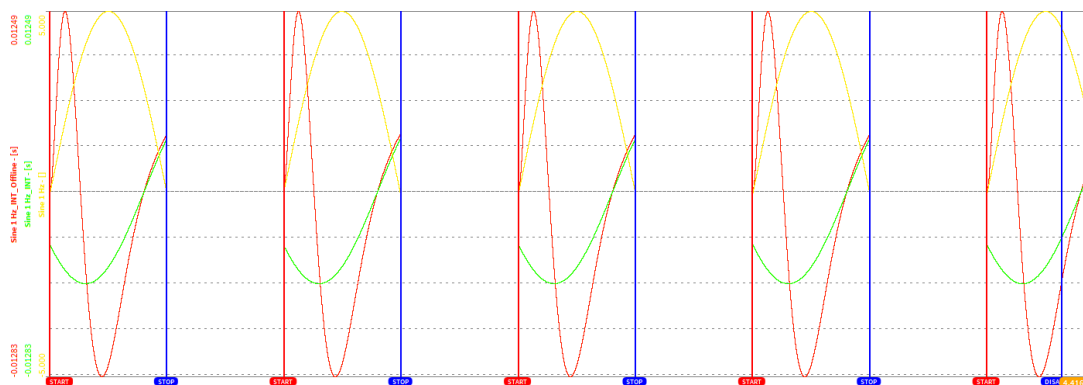

Abb. 7.180: Abweichung zwischen offline und online berechneten Filterkanälen im Fall einer ereignisgesteuerten Aufzeichnung
- Bitte beachten Sie, dass ein offline erstellter Filterkanal sich von einem online Filterkanal unterscheidet, z.B. am Anfang der Datei oder im Fall von ereignisgesteuerten Aufzeichnungen (siehe Triggerereignisse). Im Beispiel, dargestellt in Abb. 7.180, ist der grüne Kanal ein online berechneter Integrator, angewendet auf den gelben Analogkanal, und der rote Kanal ist ein offline berechneter Integrator, auch angewendet auf den gelben Analogkanal, mit denselben Einstellungen. Die Abweichung zwischen dem grünen und roten Kanal entsteht aufgrund dessen, da der offline berechnete Integrator am Anfang jedes Ereignisses oszilliert, im Gegensatz zum online berechneten Integrator, da analoge Daten jederzeit verfügbar sind.